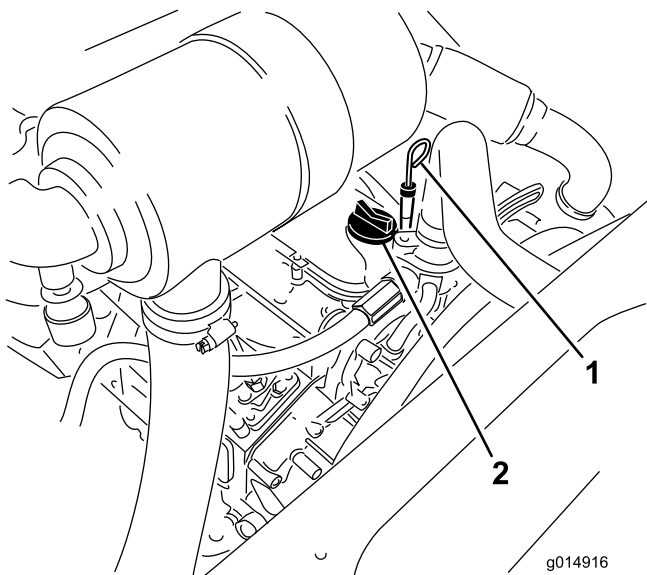

Bild 33
3. Nehmen Sie den Peilstab heraus und wischen Sie ihn ab. Stecken Sie ihn dann ein (Bild 33).
5. Wenn der Ölstand unter der VOLL-Markierung liegt, nehmen Sie den Fülldeckel ab (Bild 33) und gießen Sie genug Öl ein, um den Ölstand bis zur VOLL-Markierung anzuheben.